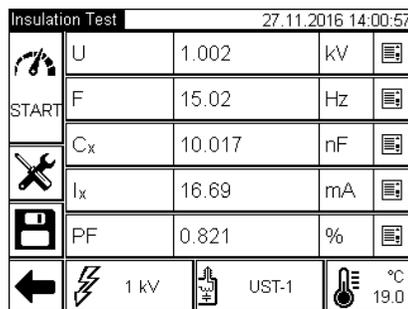
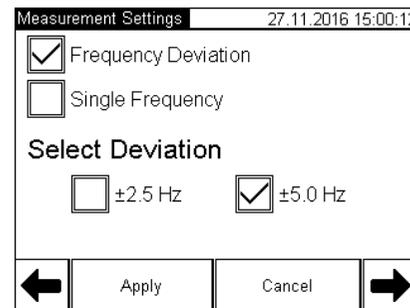

Рисунок 11.2
Рисунок 11.3
Для примера выбран режим "Insulation Test". После нажатия на кнопку  откроется окно (рисунок 11.2).
Чтобы настроить режим измерения необходимо нажать на кнопку  в окне (рисунок 11.2), на экране появится окно "Measurement Settings" (рисунок 11.3). Для перехода между окнами использовать кнопки , , для подтверждения выбора – кнопку .
3) Выполнить настройку режима измерения, для чего в окне "Insulation Test" (рисунок 11.2) нажать кнопку  и сделать в открывшемся окне установки, в соответствии со сведениями, изложенными в разделе 11.1.